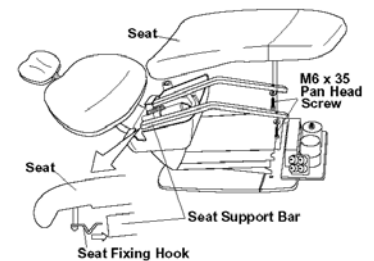

Fig.3-8 Fixing Seat
(12) Fixez l'assise. Faites glisser les deux crochets de fixation de l'assise à l'intérieur des deux barres de support et fixez l'assise aux barres de support (Fig 3-8).